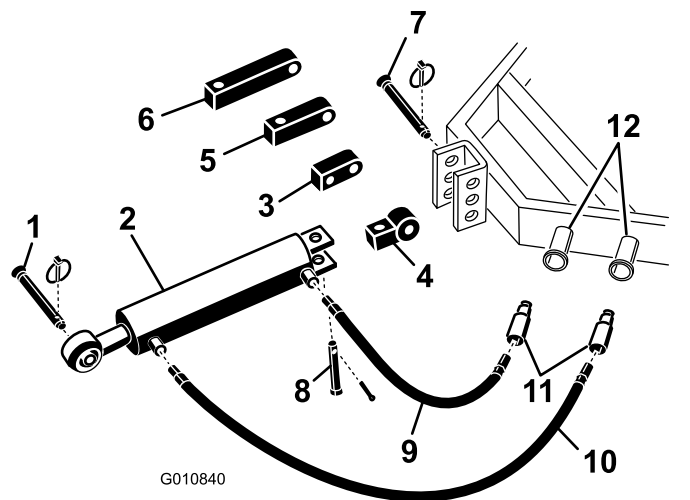

Figura 5
1. Fixe a extremidade de ligação do braço de ligação do hidráulico ao trator com os pinos fornecidos com o trator (Figura 5). Posicione o braço superior hidráulico de forma a que a extremidade da barra fique voltada para o arejador. As portas do cilindro devem ficar posicionadas na direção dos hidráulicos de potência auxiliar do trator.
Nota: Se o cilindro hidráulico tiver de ficar posicionado com as portas voltadas para cima, utilize o bloco rotacional em vez do bloco de montagem padrão para reposicionar o cilindro (Figura 5). Deve ser utilizada uma ligação hidráulica de 90 graus em vez do bloco rotacional (as conexões não foram fornecidas).
- A. Retire o contrapino e o pino que fixam a ligação padrão ao cilindro (Figura 5). Retire a ligação do cilindro.
- B. Instale o bloco rotacional no cilindro com os pinos previamente retirados (Figura 5).
2. Ligue mangueira hidráulica de 106 cm à porta do braço superior hidráulico que está mais perto do arejador <Figura 5>. Aplique fita ou composto vedante de roscas nas roscas da mangueira para evitar quaisquer fugas.
3. Ligue a mangueira hidráulica de 76 cm à porta do braço superior hidráulico que está mais perto do trator <Figura 5>. Aplique fita ou composto vedante de roscas nas roscas da mangueira para evitar quaisquer fugas.
Se o cilindro hidráulico não chegar ao suporte de montagem do arejador, utilize um bloco de extensão em vez do bloco de montagem padrão para ligar o cilindro ao trator (Figura 5).
- Retire o contrapino e o pino que fixam a ligação padrão ao cilindro (Figura 5). Retire a ligação do cilindro.
- Instale o bloco de extensão com o comprimento necessário no cilindro com os pinos previamente retirados (Figura 5).